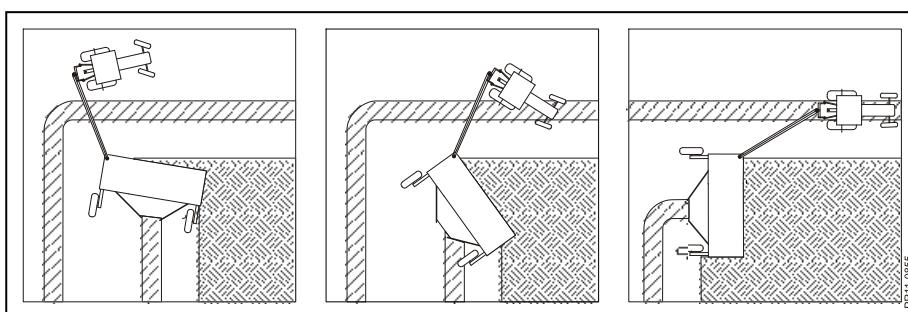

Fig. 3-3
**Fig. 3-3** Drejegearet tillader at der kan drejes  $90^\circ$  - og mere til - uden, at der opstår vibrationer i transmissionen. Vendetiden i markhjørnerne reduceres fra de sædvanlige ca. 12 sekunder til kun ca. 3, fordi maskinen praktisk talt drejer omkring sin egen akse.